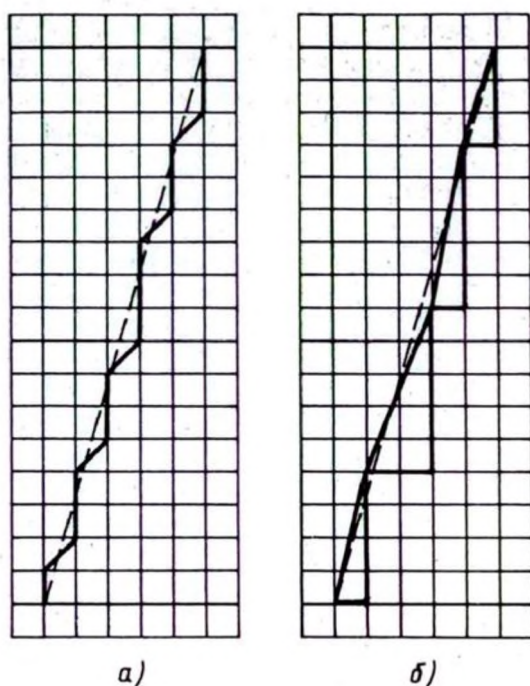

Рис.2.
2. По исходным данным построить траектории движения инструмента при следующих методах выдачи координат: движение на постоянной несущей частоте и с помощью метода ведущей координаты (рис.2). Исходные данные для расчета и построения: $\Delta X=9$; $\Delta Y=7$.